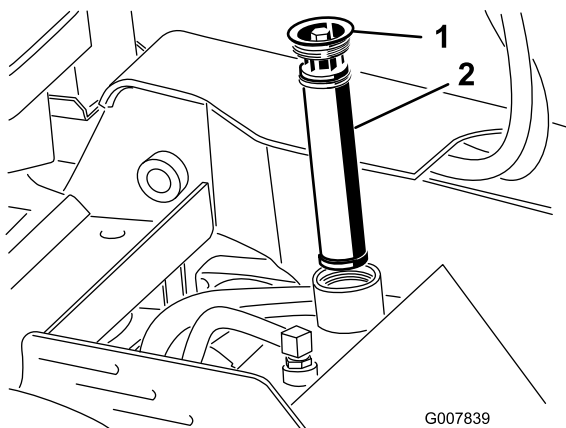

Figura 54
5. Pulite l'area intorno al collo del bocchettone del serbatoio idraulico e rimuovete il tappo ed il filtro dal collo del bocchettone usando una chiave a tubo (Figura 54).
5. Togliete il tappo di riempimento del serbatoio idraulico e il filtro (Figura 54).
10. Inserite il filtro idraulico e il tappo di riempimento (Figura 54) e serrate il bullone in alto a una coppia compresa tra 13–15,5 N·m.